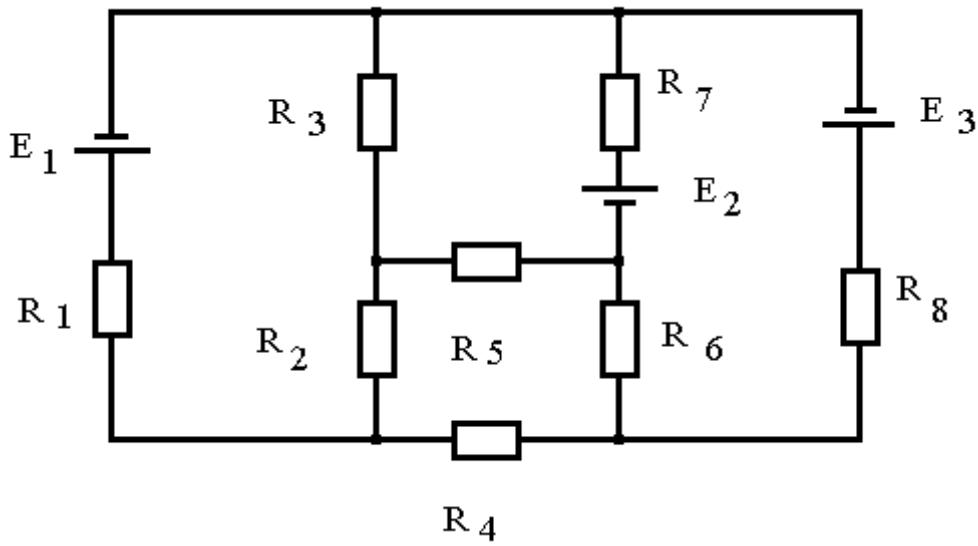

Рис. 1
1. Получить у преподавателя номер варианта электрической схемы для расчета (см. рис. 1).